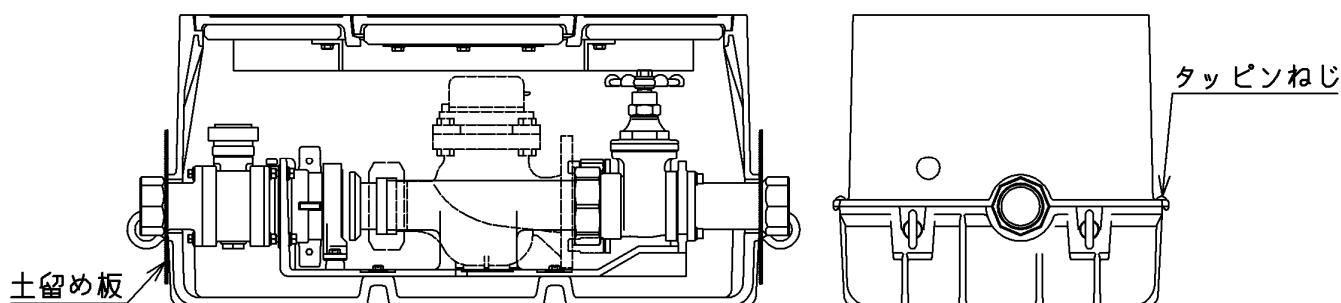

図4
- ・ 内部への土砂の浸入を防ぐため、土留め板を取り付けて下さい(図4)。